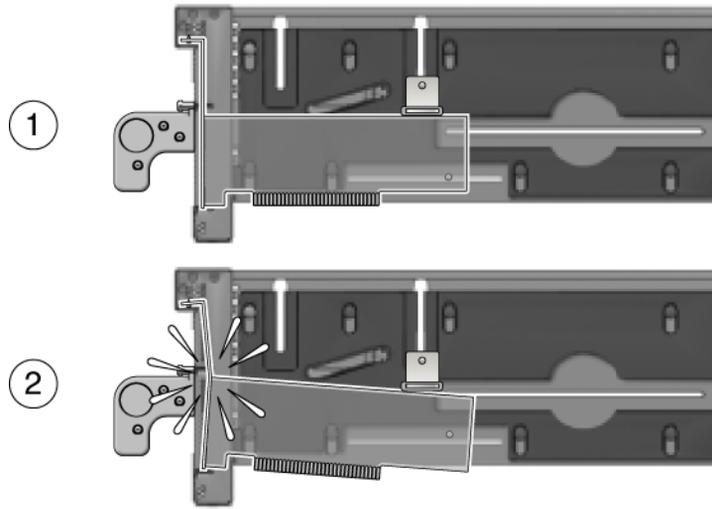

FIGURE 1-19 Une force excessive sur un verrou peut courber ou casser la carte PCI
2. Si vous trouvez un verrou adapté à la partie supérieure de la carte, vous devez ensuite utiliser un support latéral pour empêcher la carte de basculer. Une carte qui a basculé (FIGURE 1-19) ne sera pas correctement installée.